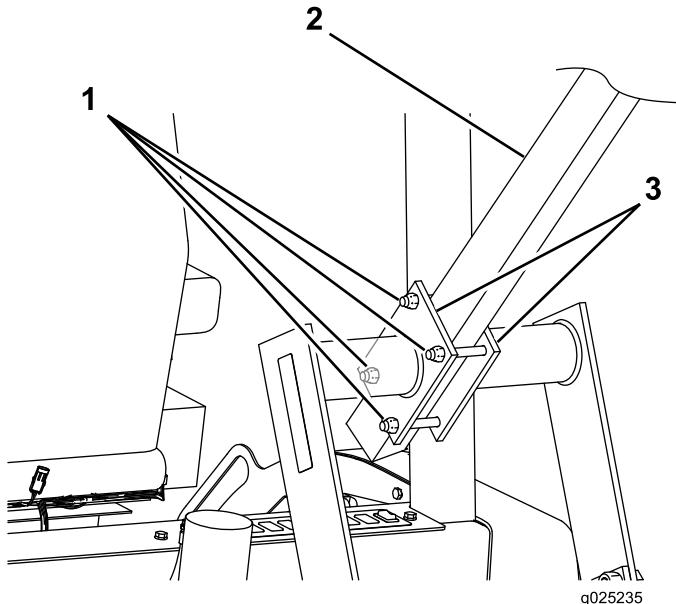

Figure 2
- Montez, sans les serrer, les 4 boulons à tête hexagonale (M12 x 110 mm) et les 4 contre-écrous (M12) du kit sur les plaques, et insérez la barre du racleur entre les plaques et les boulons, comme montré à la Figure 2.